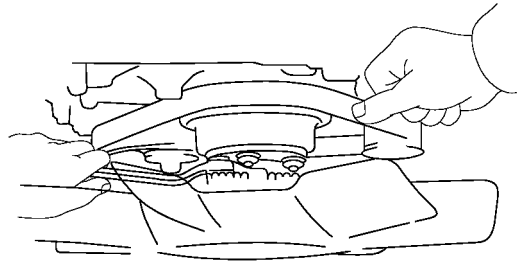

图 4-6 安装水泵带轮、液力耦合器和交流发电机传动带
② $8.8\text{N}\cdot\text{m}$
(2) 安装水泵带轮、液力耦合器和交流发电机传动带。用 4 个螺母安装水泵带轮，带风扇的液力耦合器，将交流发电机传动带装到各带轮上，拉紧传动带并旋紧 4 个螺母，如图 4-6 所示。